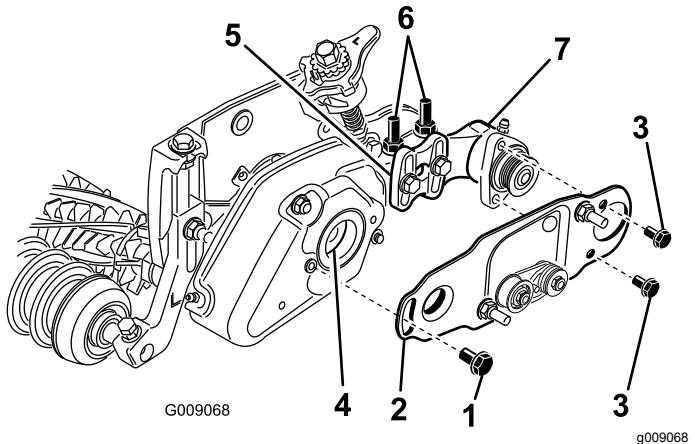

Bild 27
Befestigungshalterungen der Rollenbürste montiert ist (Bild 27).
13. Bauen Sie die Schwenkplatte der Rollenbürste ein (Bild 27). Stellen Sie sicher, dass die Scheibe richtig an der Abdeckung sitzt, wenn der Vorsprung an der Schwenkplatte in die Scheibe im Lagergehäuse eingesetzt wird.
14. Schmieren Sie die zwei Schrauben (5/16 x 5/8") mit 243-Loctite (blau) ein und montieren Sie die Bürstenplatte am Lagergehäuse der Rollenbürste mit diesen Schrauben (Bild 27). Ziehen Sie die Schraube mit 20-26 Nm an.
- Lösen Sie die zwei Bundsicherungsmuttern, mit denen die Befestigungshalterung der Rollenbürste an der Seitenplatte der Schneideinheit befestigt ist (Bild 27).
- Drehen Sie das Lagergehäuse der Rollenbürste so lange, bis die Bürstenplatte mit der Seitenplatte der Schneideinheit parallel ist (Bild 27).
- Ziehen Sie die zwei Bundsicherungsmuttern fest, mit denen die Befestigungshalterung der Rollenbürste an der Seitenplatte der Schneideinheit befestigt ist (Bild 27).
19. Schmieren Sie die Ansatzschraube mit 243-Loctite (blau) ein (Bild 27). Befestigen Sie die Bürstenplatte mit der Schulterschraube an der Groomerabdeckung. (Bild 27). Ziehen Sie die Schraube mit 20 bis 26 Nm an.